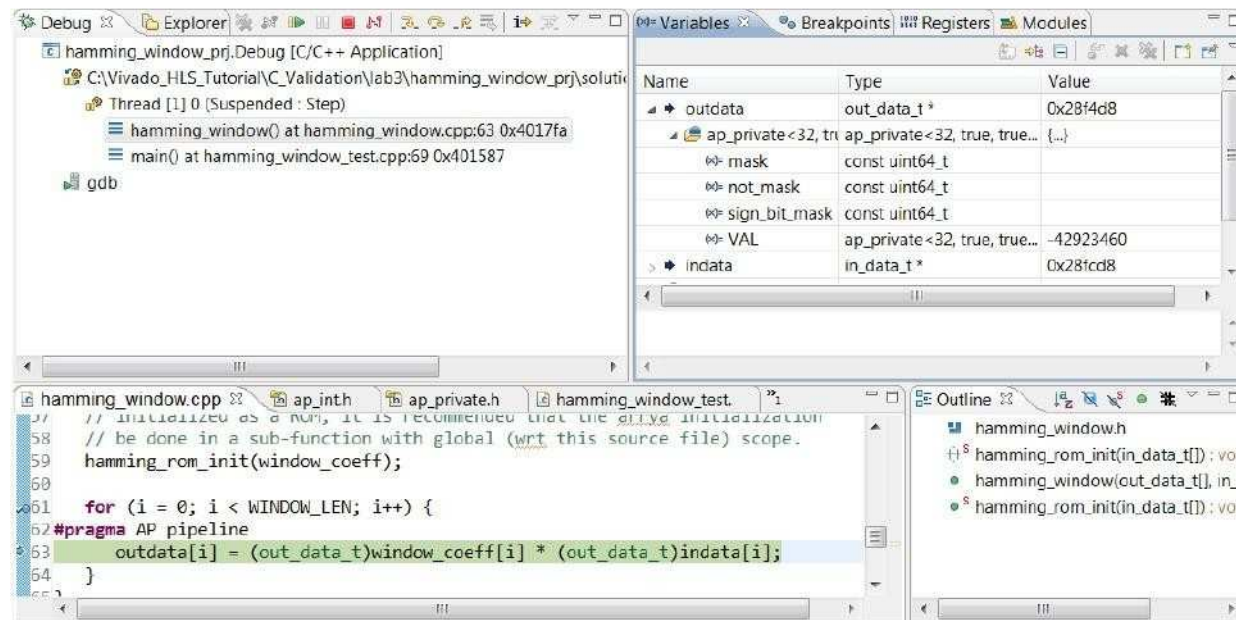

图 3-21:任意精度变量
10. 展开 **outdata** 变量, 如图 3-21 所示, 以查看 VAL 参数中显示的变量值。